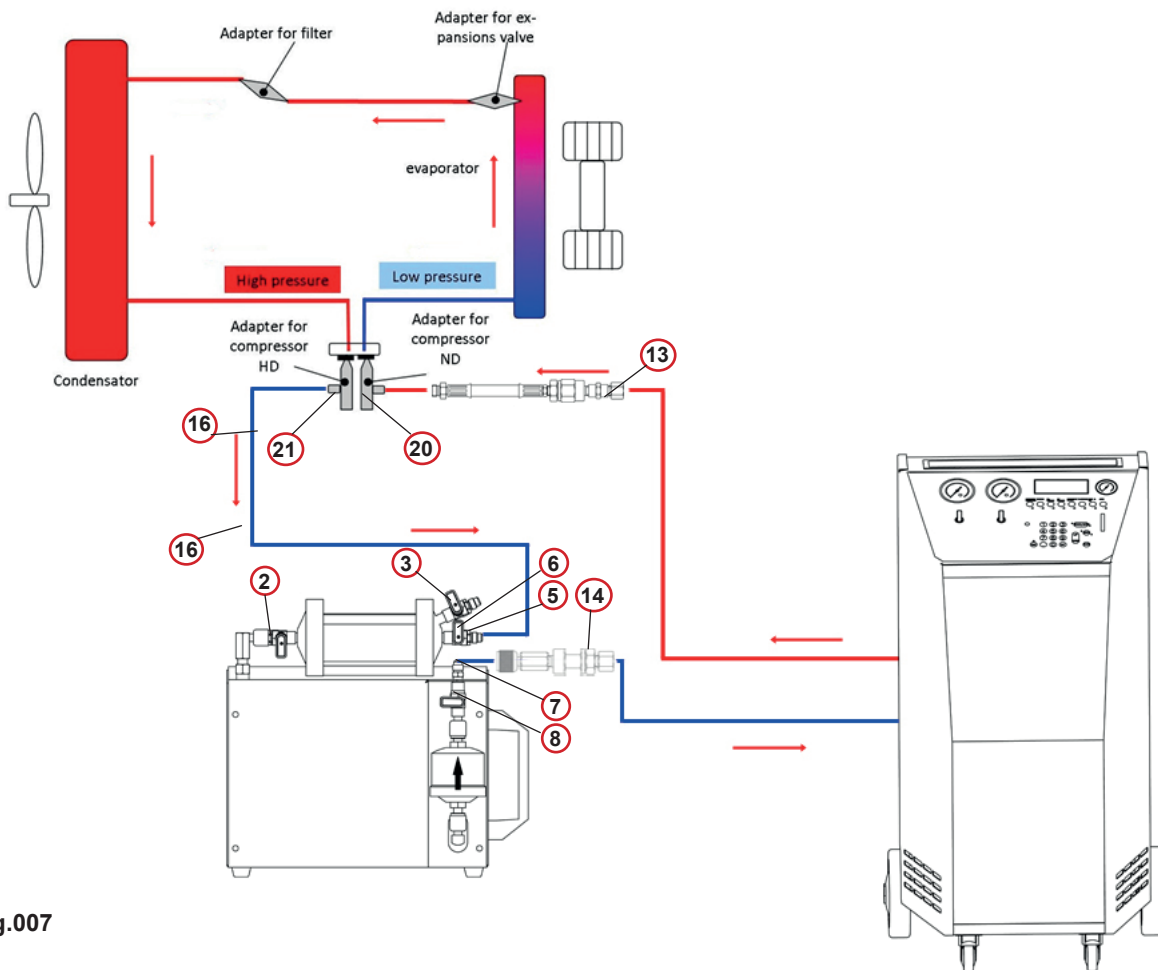

fig.007
3. Koble den **røde serviceslangen** (høytrykk) på AC-serviceenheten til produsentens spesifikke adapter på AC kompressor port, **lav-trykk side 20**, see *fig.007*